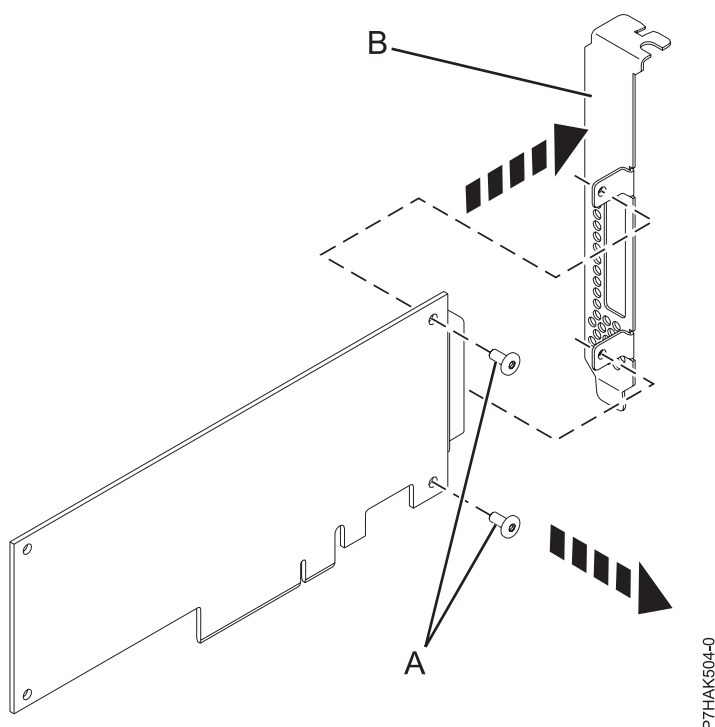

Figura 33. Remover um contraponto de perfil elevado de um novo adaptador PCI
7. Utilizando uma chave de parafusos Phillips, desaperte os dois parafusos de fixação (A) que fixam o contraponto (B) ao novo adaptador PCI, conforme demonstrado em Figura 33.